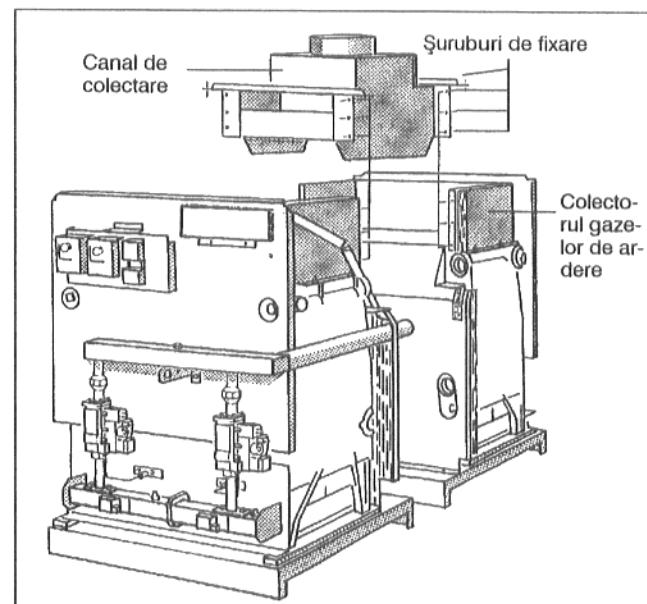

Fig. 6: Montarea canalului colector G334 XD
- Canalul de colectare se aşează pe sus între colectoarele gazelor de ardere (Fig. 6).
- Canalul de colectare se înşurubează strâns (Fig. 6).